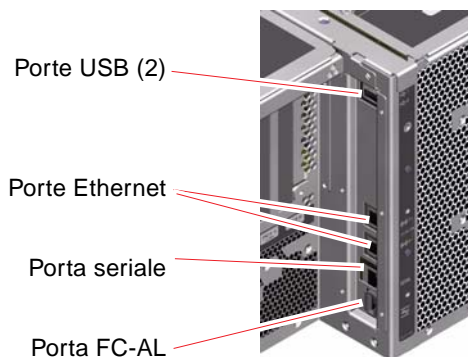

FIGURE 2-4 Porte esterne del pannello posteriore
- Sei porte dati esterne: USB, seriale, Ethernet e FC-AL (vedere la FIGURE 2-4)